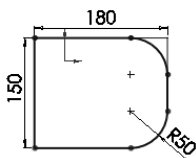
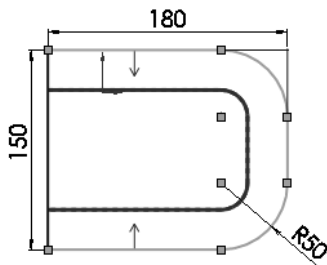
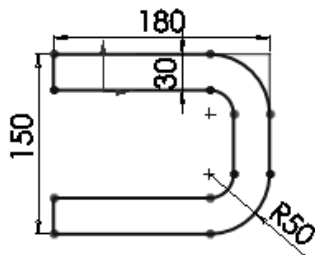

图 10-45 绘制圆角
图 10-46 生成等距实体
图 10-47 剪裁竖直边线
2) 单击“草图”控制面板中的 (绘制圆角) 按钮, 绘制圆角, 如图 10-45 所示。
3) 单击“草图”控制面板中的 (等距实体) 按钮, 在“等距实体”属性管理器中取消选择“选择链”选项, 然后选择图 10-45 所示草图的线条, 输入等距距离数值“30”, 生成等距 30 的草图, 如图 10-46 所示。剪裁竖直的一条边, 结果如图 10-47 所示。